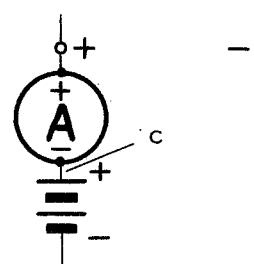

Fig. 7
3. Mesure du courant de charge I_c (schéma fig. 7)